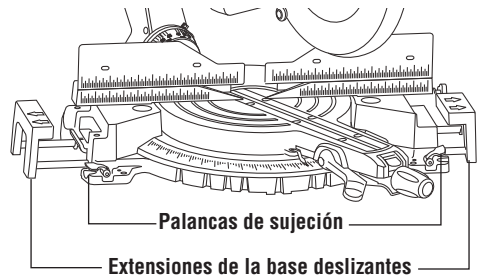

Figura 22. Extensiones de la base deslizantes
**Extensiones de la base deslizantes** – Estas extensiones proporcionan soporte adicional a la pieza de trabajo y son sumamente útiles cuando se cortan piezas largas. Para posicionar las extensiones sólo suelte las palancas de sujeción de las extensiones de la base, ajuste las extensiones y vuelva a fijar las palancas (Figura 22). (También vea tope de longitud en la página 63.)